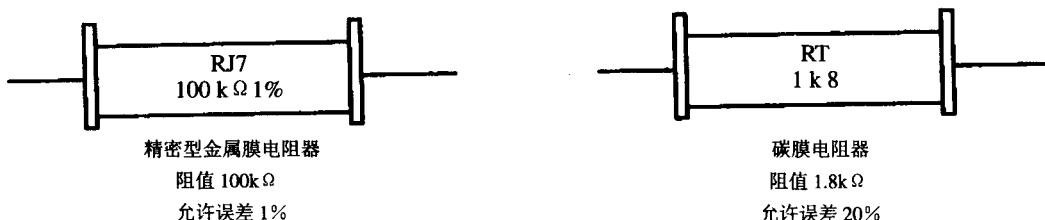

图 1.2 直接标志示意图
(1) 直接标志法。直接标志法是指将电阻器的主要参数和技术性能指标直接印制在电阻器表面上。它适用于体积较大(大功率)的电阻。使用时，可从电阻器表面直接读出它的电阻值及允许误差，如图 1.2 所示。